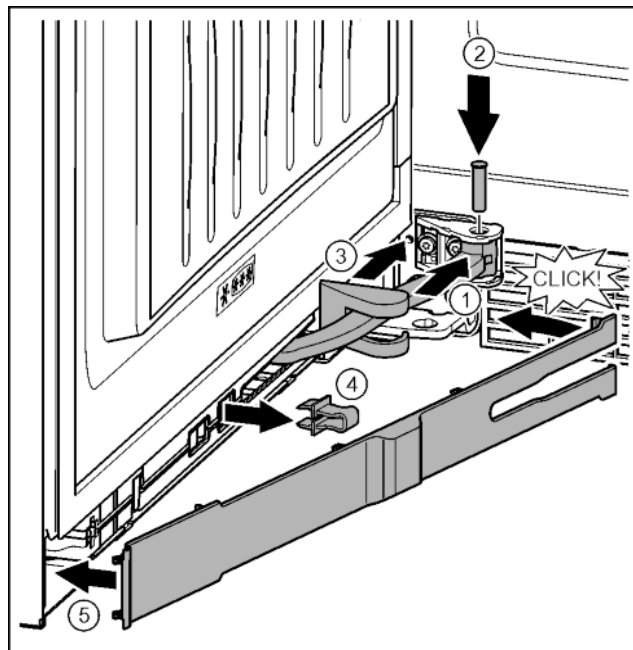

Fig. 46
- ▶ Завъртете шарнира в окачването. Fig. 46 (1)
- ▶ С отвертка T15 поставете болта в окачването и шарнира. При това обърнете внимание на това, фиксиращата гърбица да е легнала правилно в жлеба. Fig. 46 (2)
- ▶ Избутайте капачката на лагерната стойка по продължение на шарнира и го монтирайте над окачването. Fig. 46 (3)
- ▶ Свалете предпазителя. Fig. 46 (4)
- ▶ От страната на дръжката поставете капачката и я завъртете навътре. Fig. 46 (5)